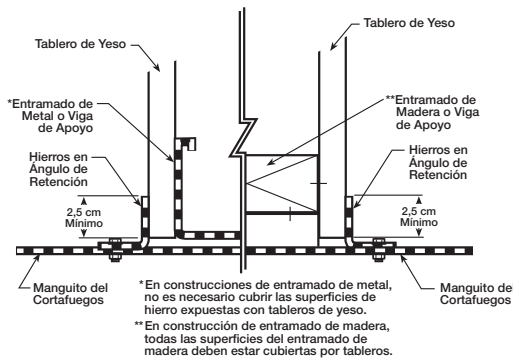

Figura 4 — Fijación del Tablero de Yeso
3. Fije los paneles de pared de yeso en 30,5 cm (12 pulg.) de centro a centro a todos los pasadores y rebordes del conducto que rodean la abertura. Consulte la Figura 4.